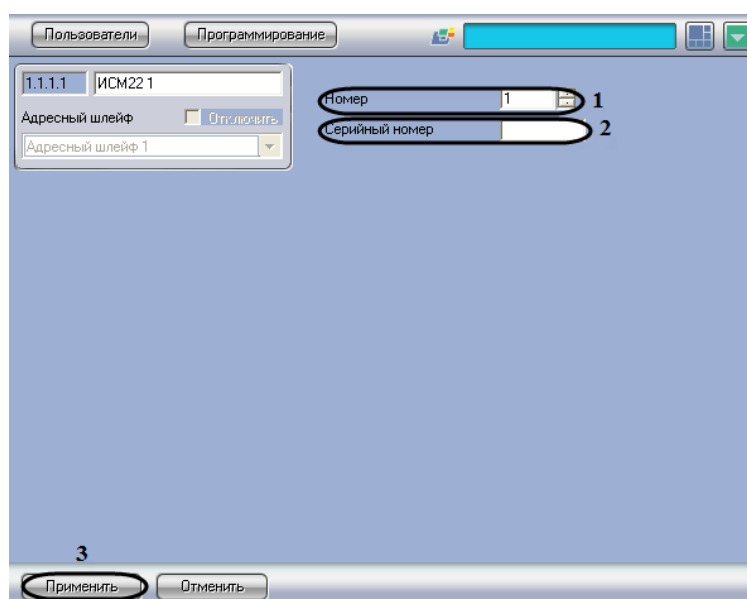

Рис. 3.5—16 Панель настроек объекта ИСМ22
2. В поле **Номер** необходимо с помощью кнопок **вверх-вниз** ввести порядковый номер в списке устройств (см. Рис. 3.5—16, 1).
3. В поле **Серийный номер** необходимо ввести серийный номер устройства (см. Рис. 3.5—16, 2).